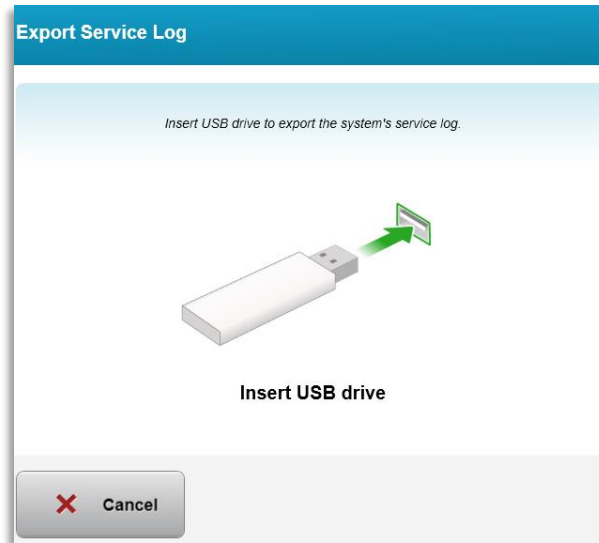

Figure 3-57. Exporter le journal de service vers le disque USB
- Suivez les instructions à l'écran pour connecter un disque USB au port USB, comme illustré à la figure 3-57.